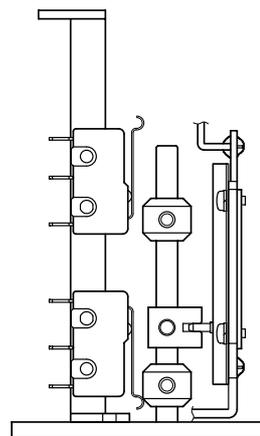

图 10-2 下降侧的调整
- 如图 10-2 所示，设置到下降位置后调整凸轮（输出轴下降侧）。